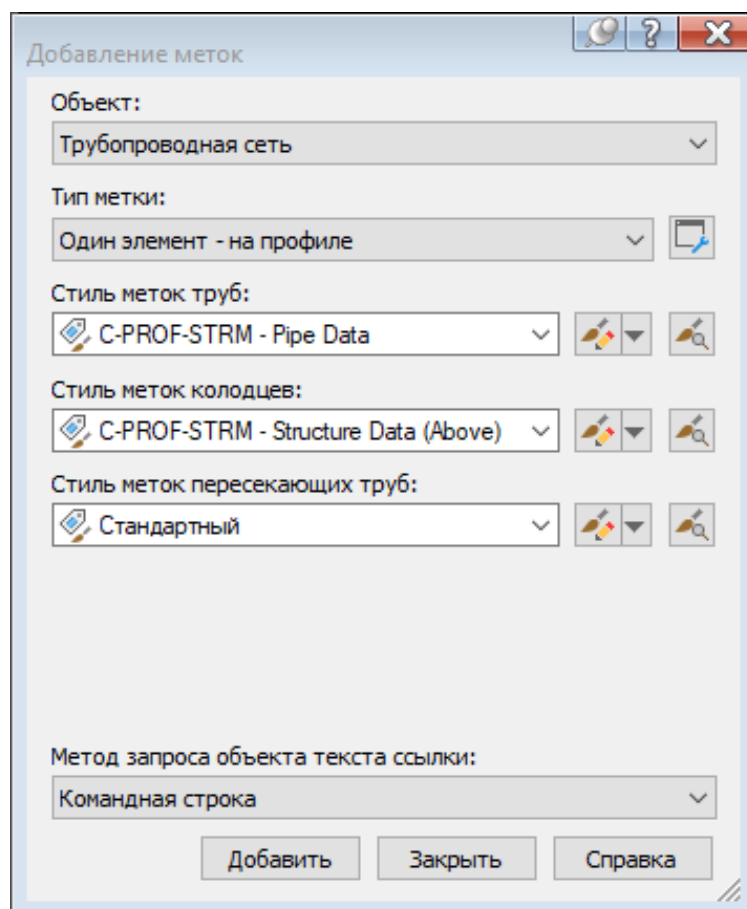

Рис. 3.14. Необходимые параметры для создания меток на виде профиля
42. В диалоговом окне **Добавление меток** установите следующие параметры (рис. 3.14):